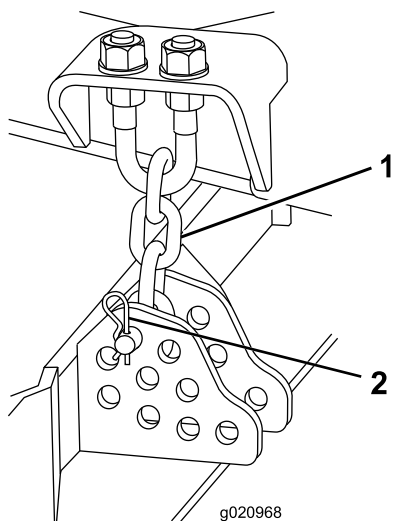

Figura 16
9. Togliete la coppiglia e il perno con testa che fissano le catene dell'altezza di taglio sul retro del piatto di taglio (Figura 16).